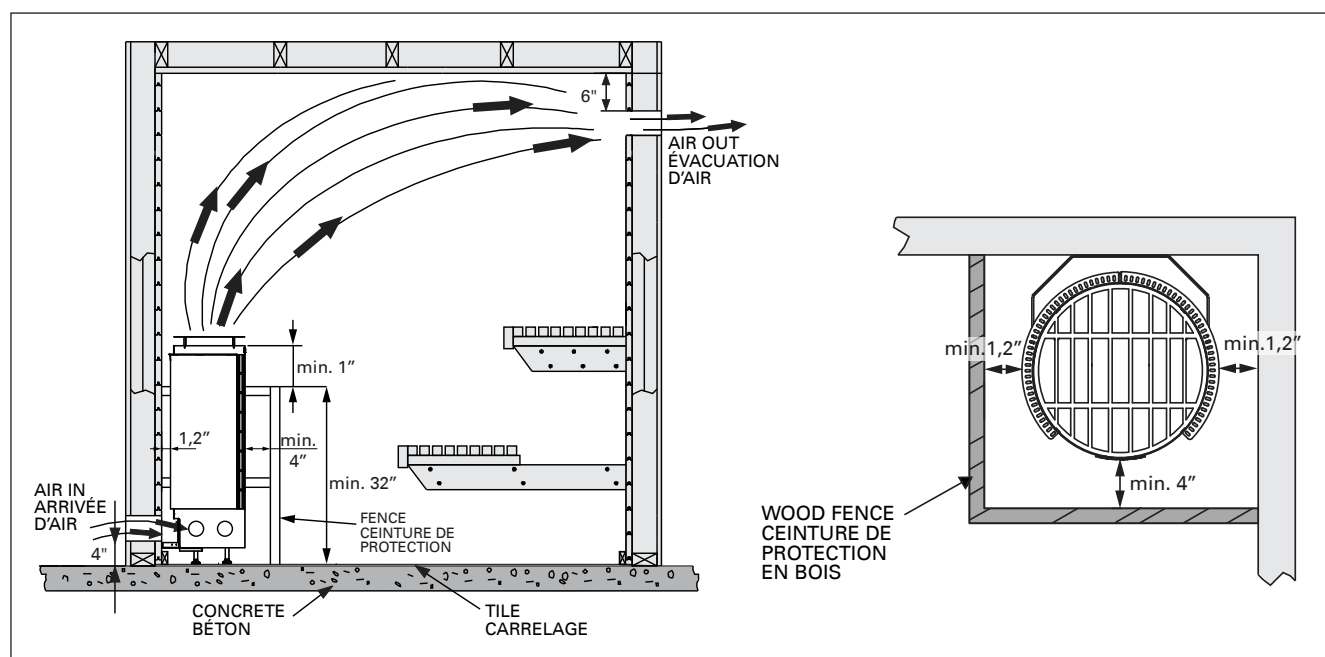

Figure 4. Ventilation de la cabine de sauna et dégagements min. entre la paroi et la ceinture de protection
opposée (si possible) à 6" (150 mm) du plafond ou à une hauteur minimale de 24" (600 mm) du plancher. Les bouches d'aération doivent être réglables et permettre de renouveler l'air 5 fois par heure. Le sauna doit être équipé du système d'aération requis par les autorités locales. Figure 4.
Les distances de sécurité minimales sont décrites sur la figure 4 et 5.
1. Sortez le poêle du carton et posez-le à un emplacement approprié dans la cabine du sauna. Respectez les dégagements indiqués dans les figures 4 et 5. Après le raccordement final, l'électricien doit fixer le poêle au plancher avec plusieurs vis ou boulons.